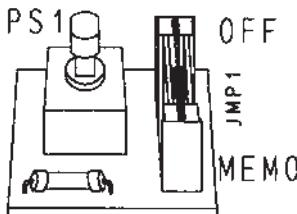

Fig. 3A
1. Mettre le JMP1 de la centrale électronique de commande Elvox sur "MEMO". La lumière clignotante s'allumera au bout d'une seconde environ (voir Fig. 3A).